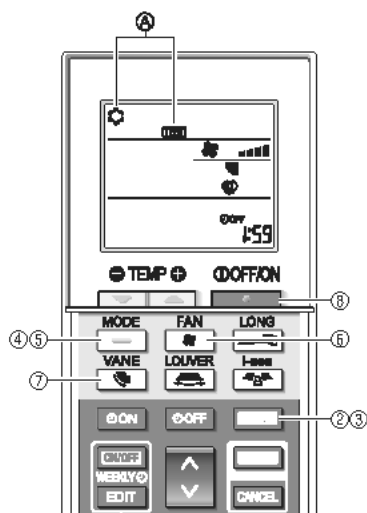

Fig. 8-5
- ① Włączyć zasilanie jednostki co najmniej 12 godzin przed ruchem próbnym.
- ② Nacisnąć przycisk [] na 5 sekund. (Fig. 8-5)
- ③ Nacisnąć przycisk [].
Zostanie wyświetlony napis ④ [TEST] i bieżący tryb pracy. (Fig. 8-5)
- ④ Nacisnąć przycisk [], aby uaktywnić tryb chłodzenia, a następnie sprawdzić, czy chłodne powietrze jest wydychane z urządzenia.
- ⑤ Nacisnąć przycisk [], aby uaktywnić tryb grzania, a następnie sprawdzić, czy ciepłe powietrze jest wydychane z urządzenia.
- ⑥ Nacisnąć przycisk [] i sprawdzić, czy zmienia się prędkość wentylatora.
- ⑦ Nacisnąć przycisk [] i sprawdzić, czy automatyka żaluzji działa poprawnie.
- ⑧ Nacisnąć przycisk [], aby zatrzymać ruch próbny.